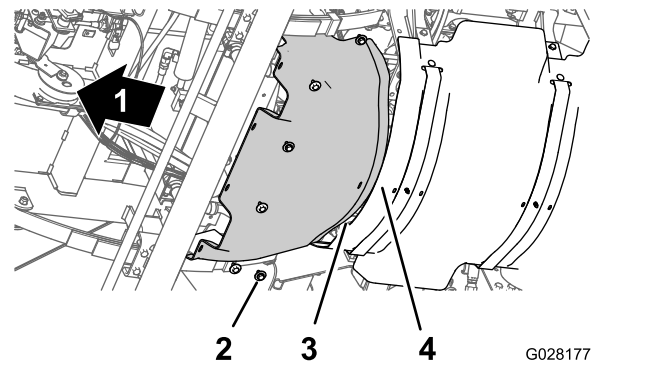

Figure 63
1. Alignez la bride arrière de l'écran pare-chaueur avant et la bride avant de l'écran pare-chaueur arrière (Figure 63).
2. Alignez les trous de l'écran pare-chaueur avant et les trous filetés du châssis (Figure 63).
3. Montez l'écran pare-chaueur avant sur la machine au moyen des 6 boulons à tête hexagonale et des 6 rondelles (Figure 63) retirés à l'opération 3 de Dépose de l'écran pare-chaueur avant \(page 55\).